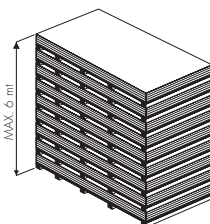

fig. 5.
- Maximale stapelhoogte = 6 m. (fig 5.)